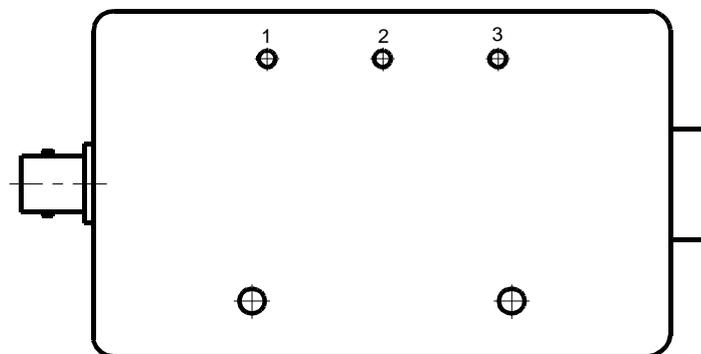

Рис. 18. Регулировочные отверстия преобразователя ИП34
3. Если ток не соответствует 12 мА, то подстроечным резистором 2 (установка начального тока выходного сигнала) установить показания тока 12 мА (см. рис. 18)